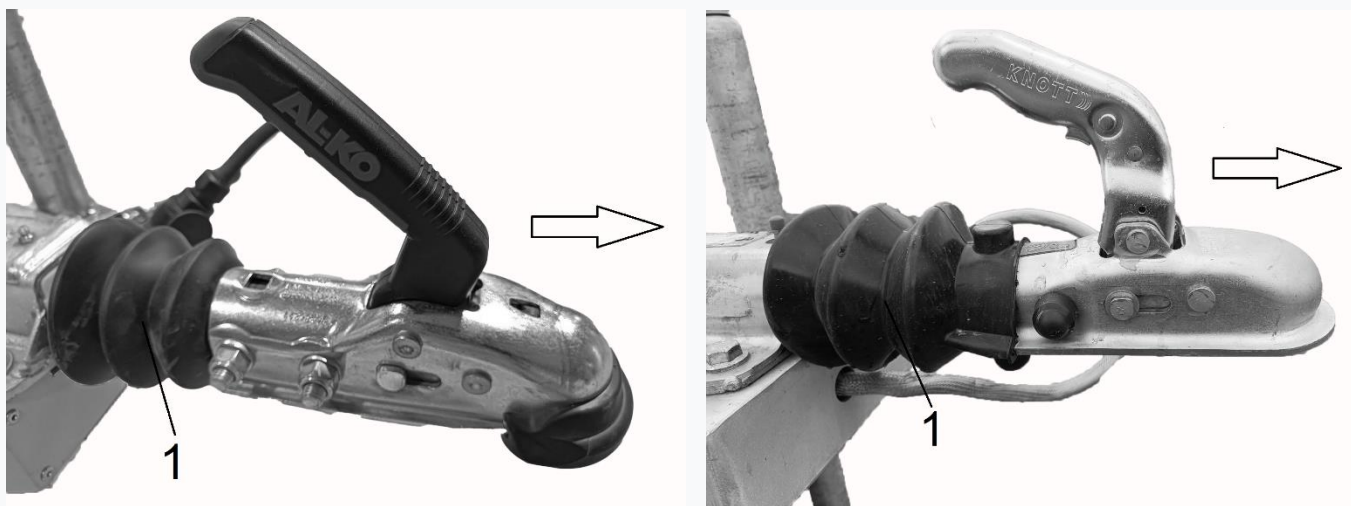

Рис.5.1 Напрямок витягування штока
1) Рукою витягнути шток до упору (рис. 5.1)